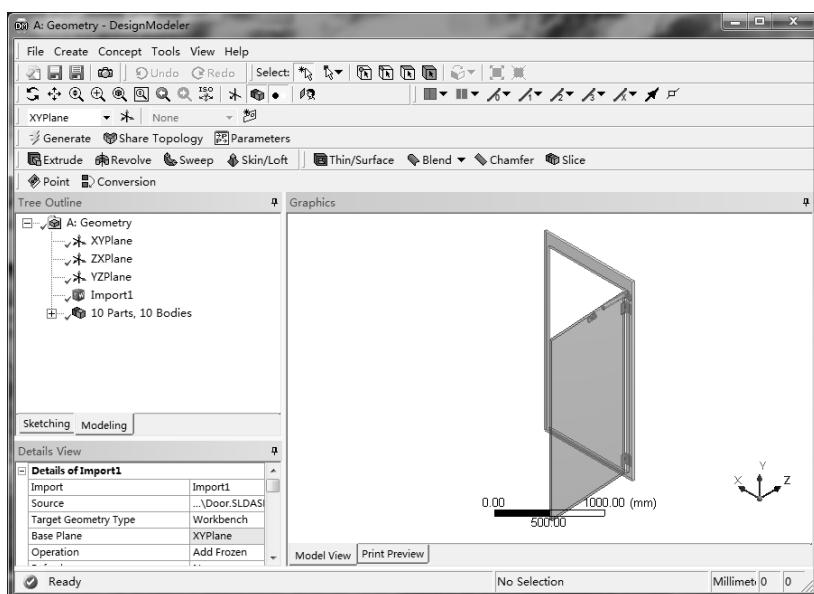

图 10-78 生成几何图形后的 DesignModeler 界面
4) 进入 DM 后，设计树中【Import1】节点前面显示, 表示需要生成，图形窗口没有图形显示，单击  Generate 按钮，生成几何体，即可在窗口右侧显示出几何图形，如图 10-78 所示。